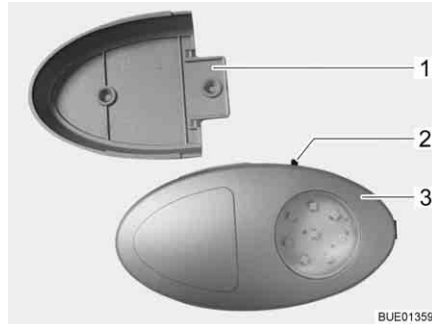

Fig. 79 Luce armadio guardaroba
- ▷ È possibile estrarre la luce armadio guardaroba dal supporto a vite (Fig. 79,1) e utilizzarla come torcia elettrica.
L'interruttore di accensione/spengimento (Fig. 79,2) è montato direttamente sulla luce armadio guardaroba (Fig. 79,3).